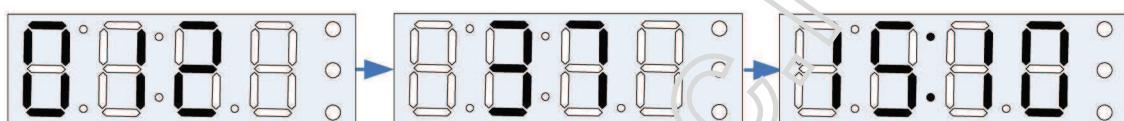

Рис. 12 – Индикация номера РО, уровня заряда и времени.
2.3.5 Для примера, на Рис. 12, приведены показания индикатора, соответствующие номеру РО – 012, уровню заряда аккумулятора – 37%, текущему времени встроенных часов – 15 часов 10 минут.